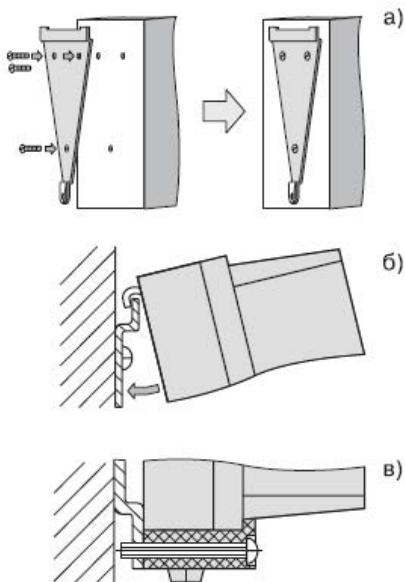

Рисунок 7.1 - Установка прибора настенного крепления
1. Закрепите кронштейн тремя винтами M4 на поверхности, предназначенной для установки прибора (см. прил. А и рисунок 7.1, а).
3. Прикрепите прибор к кронштейну винтом M4x35 из комплекта поставки (рисунок 7.1, в).